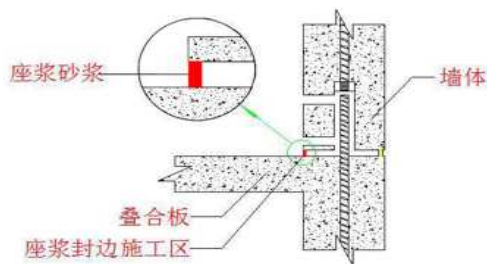

图 2 坐浆封仓示意图
(1) 坐浆封边施工安排在灌浆施工前,本项目坐浆砂浆设计强度为 C45,隔天可进行灌浆施工,坐浆封仓示意图见图 2。